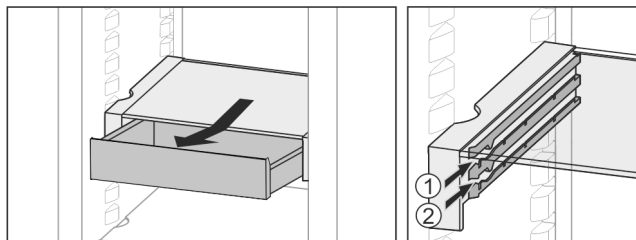

Fig. 21
- ▶ Zasuňte v libovolné výšce Fig. 21 (1) nebo Fig. 21 (2).